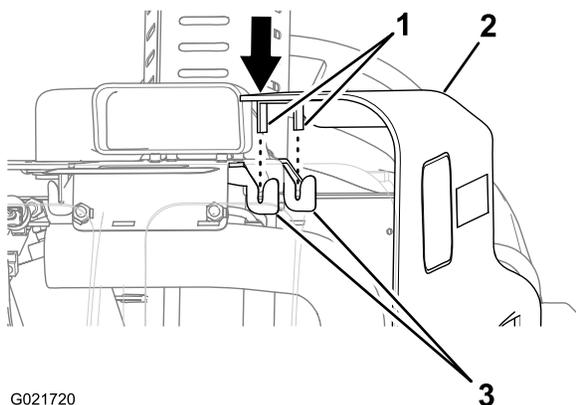

Figura 37
- 2. Alinee las pestañas de la parte superior del panel lateral con los alojamientos de la máquina (Figura 37).